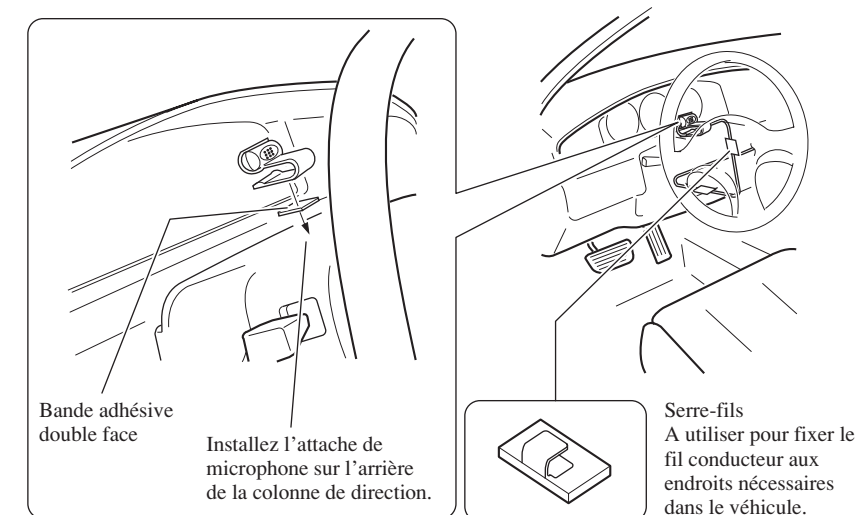

Fig. 15
2. Fixez l'attache du microphone sur la colonne de direction. (Fig. 15)